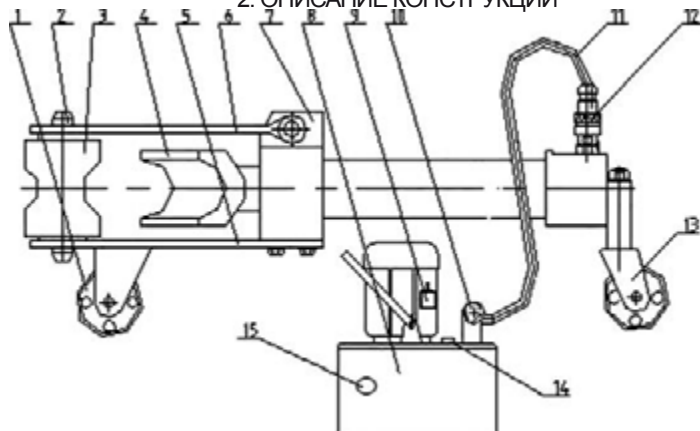

Рис.3
1) Собрать трубогиб (см. Рис.3). Для этого:
- закрепить на нижней платформе корпуса трубогиба нижнюю траверсу (5) с помощью 4-х болтов из комплекта крепежа. Затем перевернуть трубогиб и установить его на колеса на ровной площадке;
- установить и закрепить верхнюю траверсу (6) в корпусе трубогиба (7) с помощью пальца;
- проверить уровень масла через смотровое окно (15) масляного электронасоса (8) (уровень масла должен закрывать смотровое окно (15)). При необходимости долить веретенное масло индустриальной марки И-20А или И-30А ГОСТ 20799-88 до требуемого уровня. Завернуть пробку (14) на место: для транспортировки пробку следует завернуть до упора, а для продолжения работы трубогиба пробка должна быть приоткрыта на один оборот;
- присоединить соединительный шланг (11) одним концом к масляному электронасосу (8) с помощью резьбового соединения, а другой конец шланга присоединить к трубогибу с помощью штуцера быстросъемного разъема (12);
- установить на шток трубогиба шаблон (4) необходимого размера, соответствующего диаметру сгибаемой трубы;
- установить в нижнюю траверсу (5) два упора (3) в симметричные отверстия, соответствующие требуемому диаметру сгибаемой трубы. Повернуть упоры (3) к шаблону (4) выемками;
- опустить верхнюю (6) траверсу на 2 оси (2) 2-х упоров (3).
2) Убедиться, что выпускной клапан электронасоса (10) закрыт, т.к. поступательный ход штока возможен только при закрытом выпускном клапане (10).
3) Поместить соответствующую трубу между упорами (3) и шаблоном (4) и включить электронасос выключателем (9) и произвести сгибание трубы.
4) По окончании операции плавно открыть выпускной клапан (10) не более, чем на один оборот, тем самым освобождая трубу и возвращая шток в исходное положение. Поднять верхнюю траверсу (6), достать трубу с шаблоном (4) и освободить шаблон от трубы. Трубогиб вновь готов к работе. При завершении работ по изгибу труб необходимо пробку на горловине (14) завернуть до упора (во избежание разлива масла).
- открыть пробку заливной горловины (7) и убедиться в наличии масла в масляном резервуаре трубогиба (21) (визуально уровень масла должен достигать нижних витков резьбы заливной горловины (7)). При необходимости долить веретенное масло индустриальной марки И-20А или И-30А ГОСТ 20799-88 до требуемого уровня. Завернуть пробку на место: для транспортировки пробку следует завернуть до упора, а для продолжения работы трубогиба пробка должна быть приоткрыта на один оборот;
- присоединить шланг высокого давления одним концом к пневмоцилиндру (16) с помощью резьбового соединения, а другой конец шланга с пневмоклапаном присоединить к шлангу пневмосистемы или компрессора шланг закрепить хомутом;